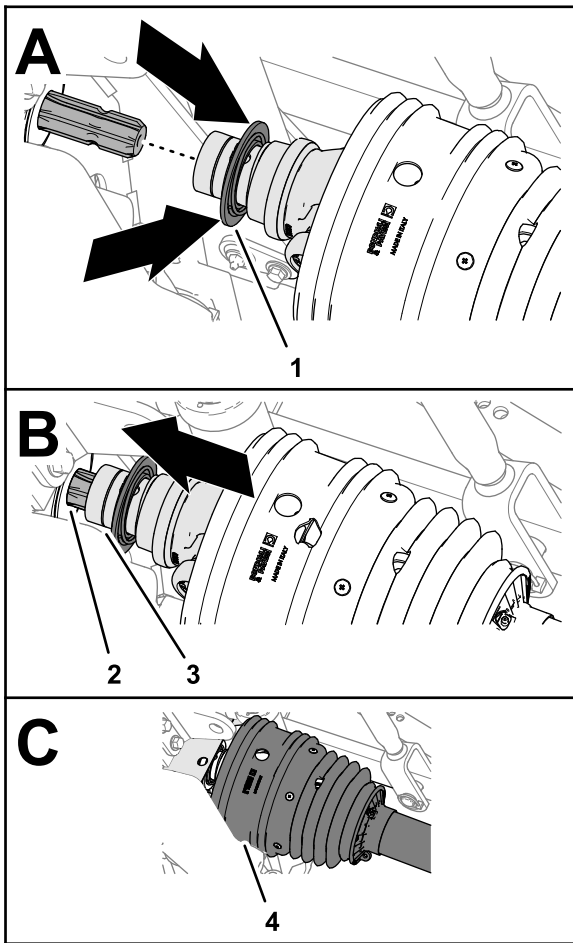

Figura 25
2. Tire hacia atrás del collarín de bloqueo del enganche de conexión rápida (Figura 25).
- Mientras tira hacia atrás del collarín de bloqueo, tire de la horquilla del árbol de transmisión de la TDF hacia delante y deslice el conector del enganche sobre las acanaladuras del eje de salida de la TDF (Figura 25).
- Asegúrese de que el protector está colocado sobre la horquilla del árbol de transmisión (Figura 25).